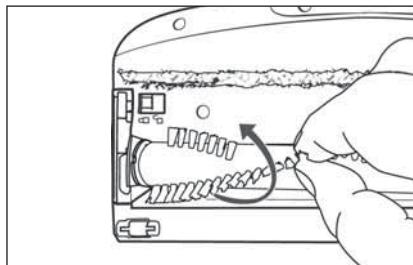

Fig. 25
- Tag børsterullen 20 ud af gulvbørsten 21 ved at holde i børsterne. Drej samtidig børsterullen 20 en smule for lettere at kunne tage den af (se fig. 25).